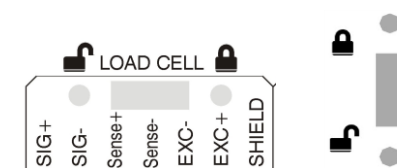

Figure 3.1.1 Détail du commutateur d'étalonnage pour SWIFT Rail et SWIFT Panel
- Paramètres métrologiques : ils concernent le compteur d'étalonnage ; sur les schémas, ils sont accompagnés du symbole $\textcircled{P}$. Pour modifier ces paramètres, il est indispensable que l'ID soit saisi correctement et que le commutateur d'étalonnage (voir figure 3.1.1) soit en position déverrouillée lors de l'ouverture du menu de configuration. En cas d'accès à distance, il sera aussi nécessaire d'avoir le scellé logiciel ouvert